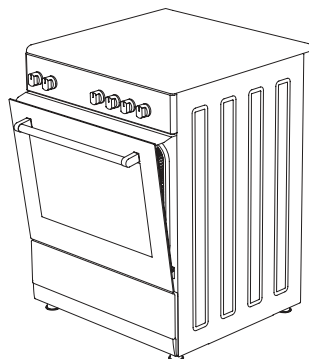

Figura 29
4. Em seguida, fixar o painel de segurança entre o forno e a tampa frontal, fechando suavemente a tampa. (Figura 29)